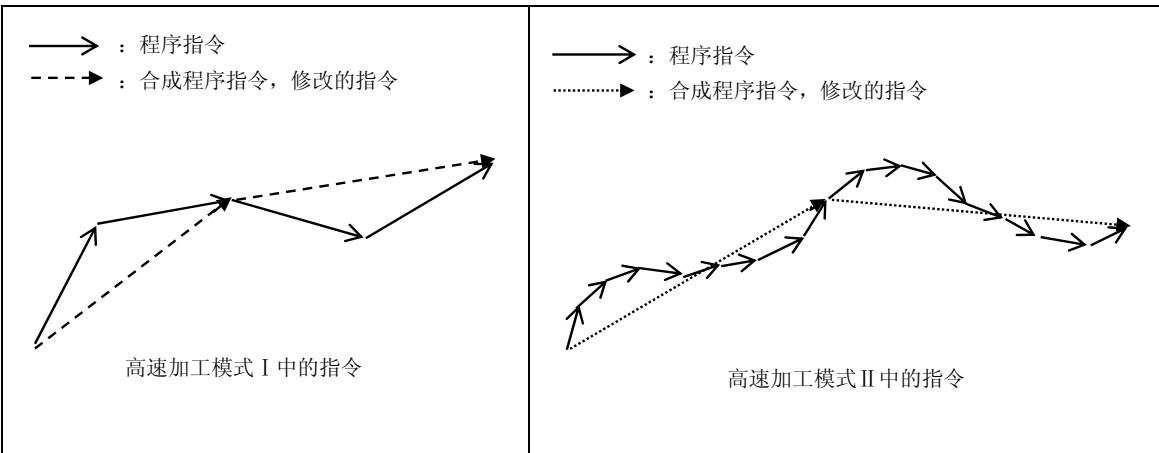

图 16-1 高速加工原理图
(1) 高速加工模式 I /II中、执行单节预读、1 单节的长度对于指令速度过短、1 次的插补计算中如单节结束长度时、合成多单节,可消化1次的插补,在单节长度可变换指定单节,如下图16-1。